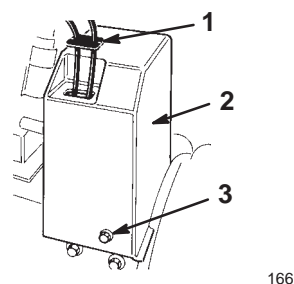

**Figure 4**
11. Montez le couvercle de courroie inférieur sur la surface inférieure du carter de tarière/roue hélice et sur le bâti du moteur à l'aide de deux boulons à embase de 1 mm (Fig. 4).
1. Boulon à embase (2)
14. Montez le couvercle de courroie supérieur sur le bâti du moteur à l'aide de trois boulons à embase de 1,3 cm (Fig. 4).